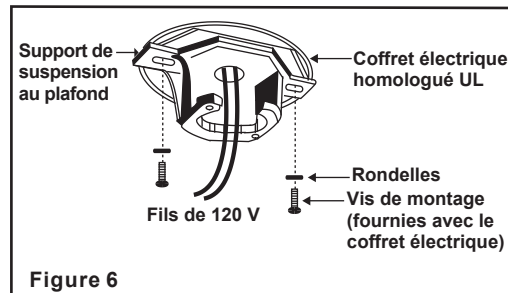

Figure 6
Étape 3. Passez les fils de 120 volts dans le trou du centre du support de suspension au plafond, comme montré à la Fig. 6.